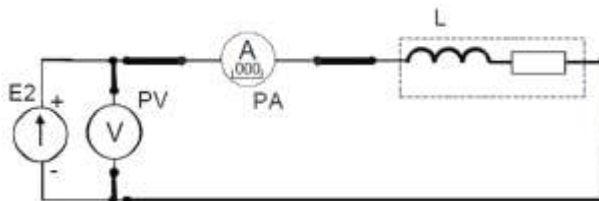

Рисунок 13
5. Определить величину активного сопротивления катушки методом амперметра и вольтметра. Для этого подключить её к источнику постоянного напряжения  $E2$  (рис. 13). Установить у цифрового амперметра режим измерения постоянного тока. После проверки схемы преподавателем включить источник питания  $E2$ , установить у него выходное напряжение 10 В и измерить величину постоянного тока в цепи. Результат занести в таблицу 17. Выключить электропитание.